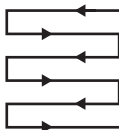

Fig. 16
5. Cortar em ligeiras filas sobrepostas. O padrão mais eficaz para cortar relva é a linha reta ao longo de um dos lados. Isto manterá as fileiras planas e assegura que todo o relvado é cortado sem faltar nenhum ponto (Fig. 16).